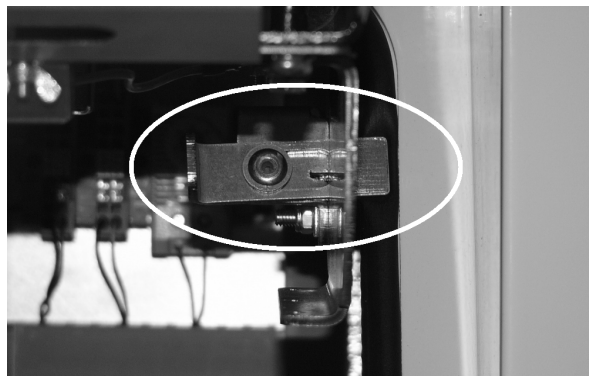

Рисунок 1
- шестигранным ключом из комплекта поставки, ввернуть втулки до упора, через отверстия, расположенные в верхнем торце проема двери (рисунок 1, слева);
- приподнять монитор и зафиксировать при помощи упоров с двух сторон (рисунок 1, справа).